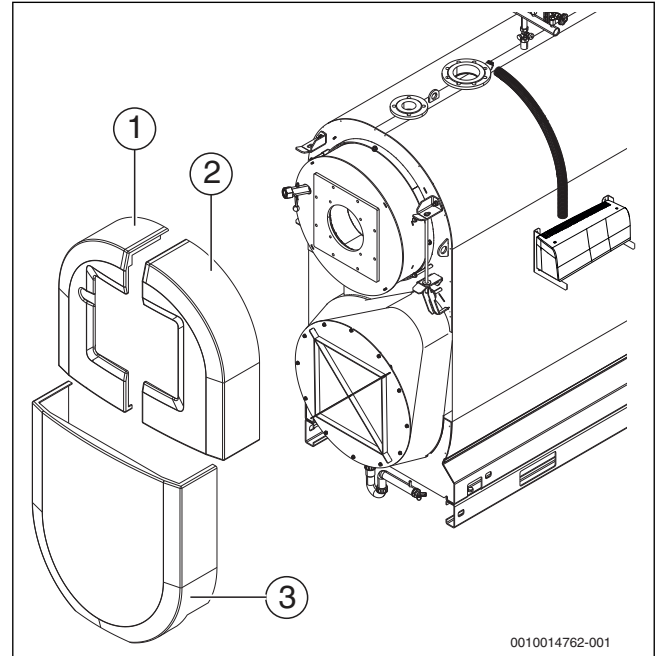

Рис. 20 Монтаж передней крышки
- ▶ Установите нижнюю переднюю крышку (→ рис. 20, [3], стр. 24) в крепления справа и слева на облицовке котла.